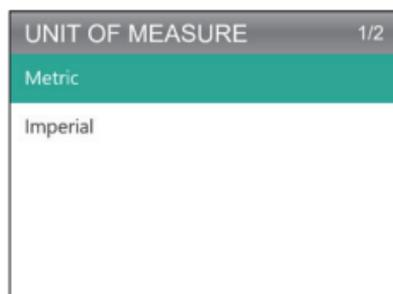

Figure 8.1.4
3. Pour modifier l'unité de mesure, sélectionnez Unité de mesure et appuyez sur [OK]. Vous pouvez sélectionner le système impérial ou métrique (voir figure 8.1.4).